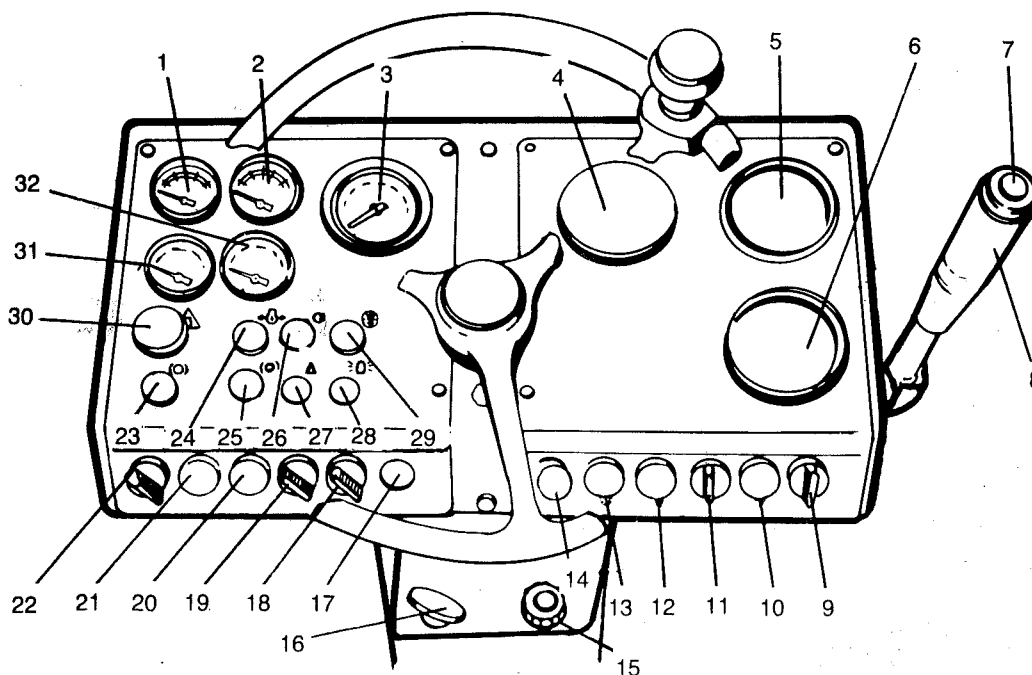

Fig 1
3. Ställ Hög - Låg hastighet (9), fig 1, i önskat läge.